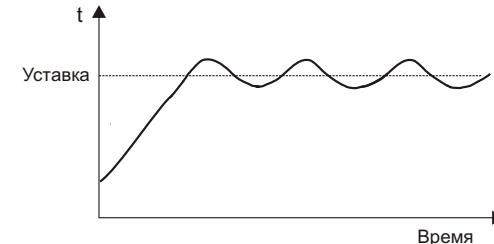

Рис. 9
Если в районе установки происходят незатухающие колебания температуры (Рис. 9), то это свидетельствует о том, что K_p слишком велико и его необходимо постепенно снизить до исчезновения колебаний. Оптимальным считается K_p , при котором температура не достигает установки несколько градусов. Этую разницу называют погрешностью П-регулятора.
1) Если есть необходимость настроить прибор на объект, при, уже подобранным, K_p , в процессе регулирования, когда регулируемый параметр не достигает установки нескольких единиц (другими словами, устранить погрешность П-регулятора), то можно найти необходимое значение T_i методом подбора, изменяя его в процессе работы прибора, наблюдая за характером изменения ширины выходного импульса (светодиода) и параметра (температуры и др.) в системе. При этом необходимо учитывать, что при меньшем значении T_i увеличивается его влияние, и температура в системе достигнет заданной быстрее, чем при более высоких значениях T_i , но при слишком малом T_i в районе установки начнутся колебания температуры (Рис. 9). При слишком большом значении T_i температура достигнет заданной, и будет держаться точно на заданном уровне, но выход может оказаться неприемлемо длительным (Рис. 10).